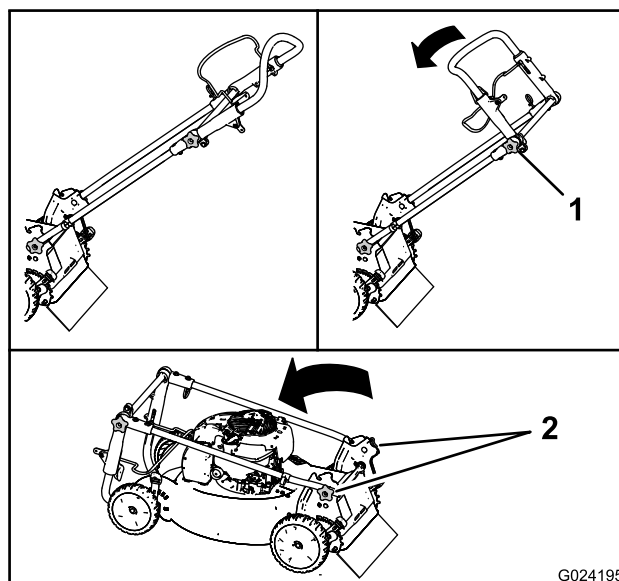

Figura 27
1. Allentate la manopola della sezione superiore della stegola (Figura 27).
2. Allentate le manopole della stegola finché non riuscite a muovere liberamente la stegola stessa (Figura 27).
3. Piegare la stegola in avanti come mostrato nella Figura 27.